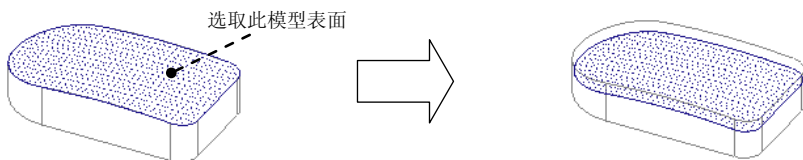

图 6.6.13 创建偏距曲面
(1) 创建一个偏距曲面。选取图 6.6.13 所示的模型表面，单击  按钮；在操控板中定义偏移类型为 ；输入偏距值 5.0 并单击  按钮调整偏移方向；单击“完成”按钮 。